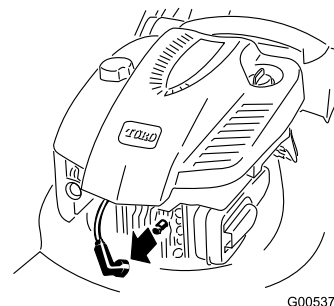

Рисунок 21
- Отсоедините провод от свечи зажигания (Рисунок 21), прежде чем выполнять любые процедуры технического обслуживания.